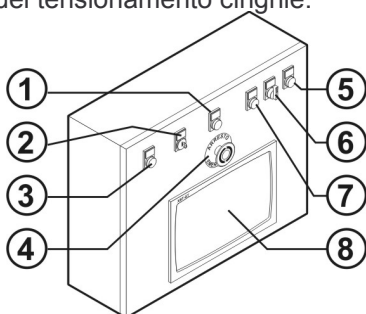

Fig. 03/A
*Il quadro di potenza è costituito da un armadio metallico al cui interno sono collocati tutti i componenti elettronici della macchina. Lo sportello munito di chiusura (sezionatore di linea con blocco di sicurezza) rende impossibile il contatto da parte degli operatori con gli organi interni. Le chiavi in dotazione devono essere affidate al capoturno o a personale altamente specializzato. Il sezionatore di linea con blocco di sicurezza (Fig. 03), posto sulla cabina elettrica della macchina serve per connettere e disconnettere la macchina dalla rete elettrica di alimentazione. Non può essere usato come un pulsante "arresto" macchina in quanto disconnette la macchina sotto carico; comunque in caso di emergenza è ammessa tale manovra.*